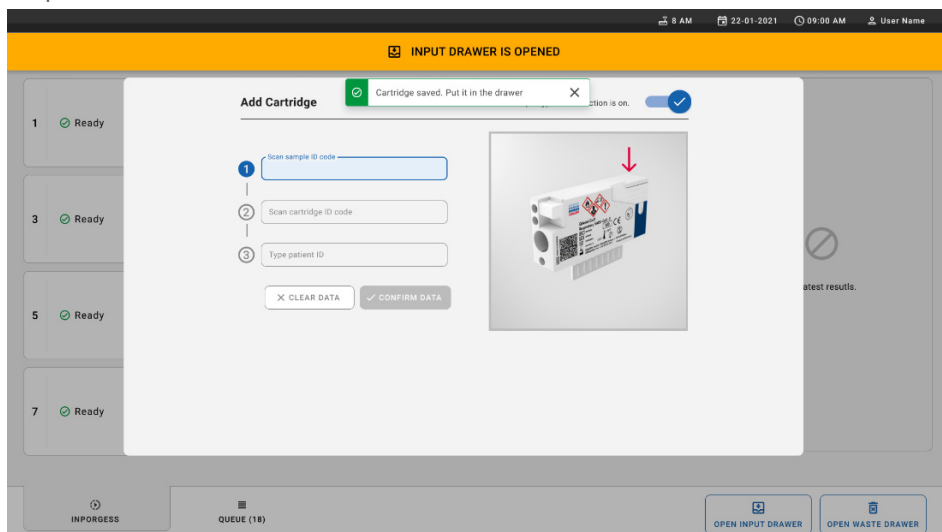

Figura 28. Ecranul Add cartridge (Adăugare cartuș).
12. Amplasați cartușul în sertarul de introducere. Asigurați-vă că ați introdus cartușul în tavă în mod corespunzător (Figura 28).